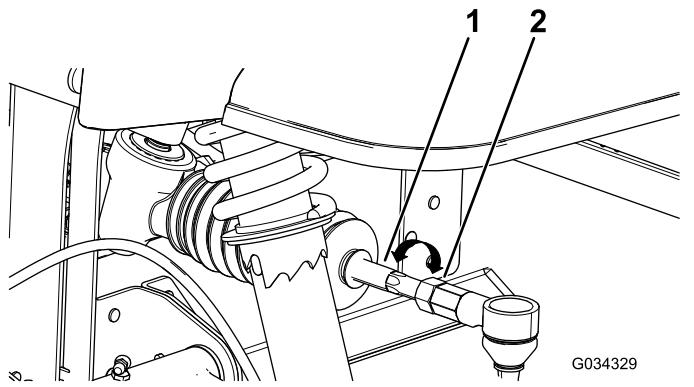

Рисунок 47
4. Если измеренное значение не находится в пределах 0 ± 3 мм, ослабьте контргайки с наружных концов тяг (Рисунок 47).